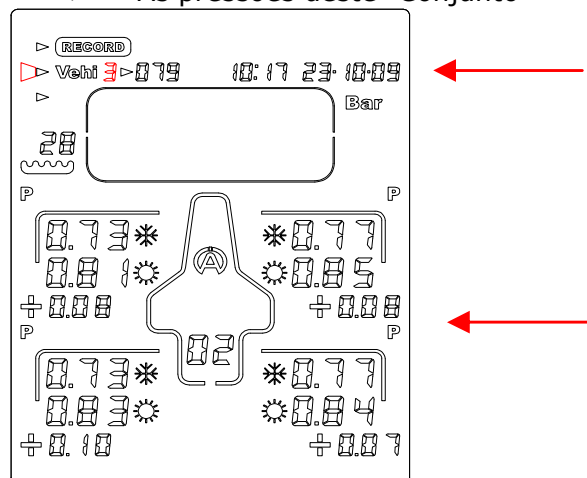

Figura 2
2) Com o botão  ou  seleccione o ícone "**Vehi**" (figura 2)
3) Com o botão  ou  seleccione o veículo desejado (5 ao todo) (figura 2)